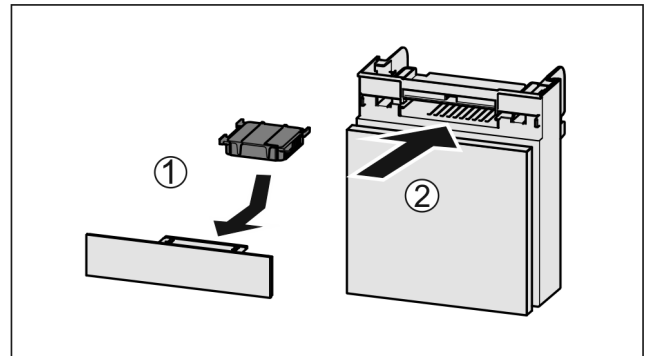

Fig. 184
- ▶ Aktivkohlefilter nach Abbildung einsetzen Fig. 184 (1).
- ▶ Fach einschieben Fig. 184 (2).